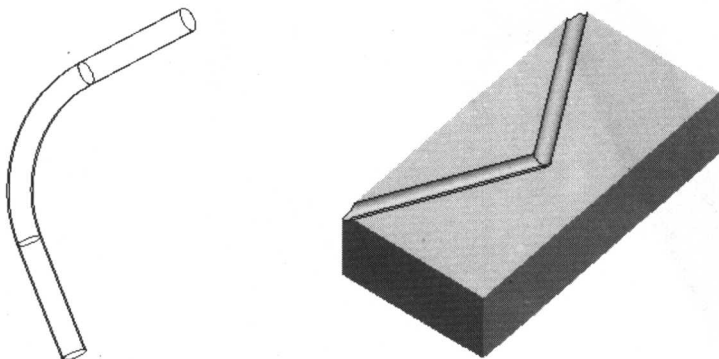

图 1-7 扫描类特征效果图
(3) 扫描类特征: 扫描类特征是指系统通过用户草绘的扫描轨迹和扫描界面, 自动生成一个扫描伸出项或者一个扫描切除特征。扫描类特征在 Pro/E 中的造型效果如图 1-7 所示。